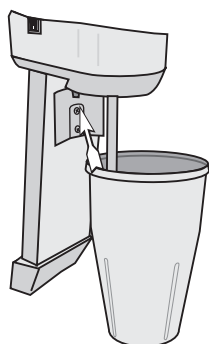

Fig. 16
- 3 Introducir el contenedor en el correspondiente soporte para activar el microinterruptor que determina el accionamiento del motor (Fig. 16).